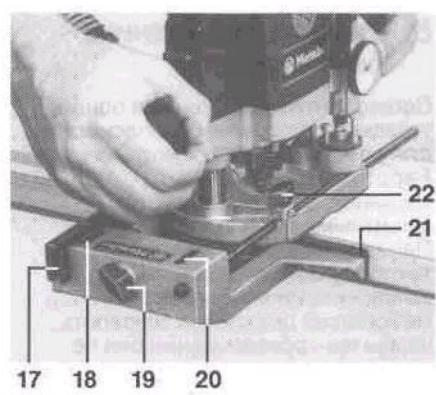

Рис. 5
Для фрезерования по фигурному краю можно к параллельному упору монтировать направляющий ролик 30 360. Пластмассовая опорная рейка (21) (рис. 5) при этом должна быть снята. Опора с направляющим роликом при фрезеровании тонких деталей крепится к верхней части и при фрезеровании толстых деталей к нижней части параллельного упора. Барашковые винты упора с направляющим роликом могут быть ввинчены (в зависимости от выполняемой работы) - через отверстия параллельного упора - в среднее и заднее отверстия или в среднее и переднее отверстия с резьбой в упоре с направляющим роликом.
Для этих работ параллельный упор вставляется в машину так, чтобы его шкалы (18) и (20) (рис. 5) находились бы внизу. Пластмассовая дуга (17) при этом должна быть снята. Циркульный штифт для фрезерования по окружности с большим радиусом крепится к заднему отверстию параллельного упора. Для фрезерования по окружности с меньшим радиусом (наименьший радиус примерно 85 мм) его следует крепить к переднему отверстию упора.